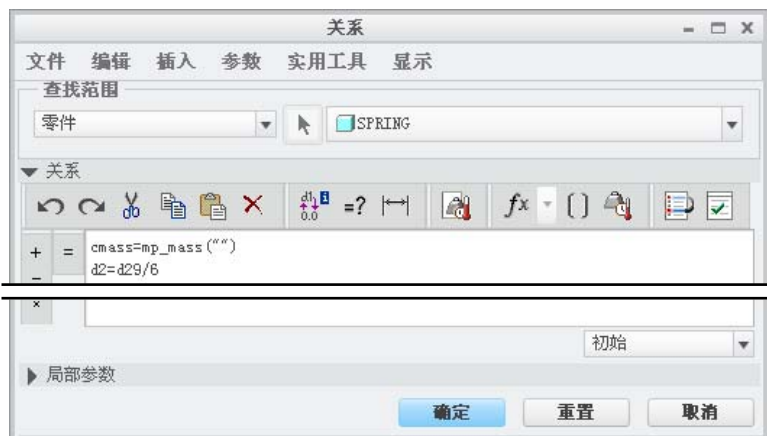

图 5.11.2 “关系”对话框
Step1. 单击 **工具** 功能选项卡 **模型意图** 区域中 **d=关系** 按钮, 系统弹出图 5.11.2 所示的“关系”对话框。